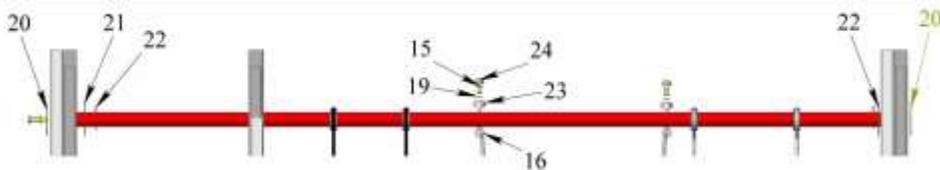

Рис.2
6.4.2. На поперечину поз.4 установить катушки поз.9 (Рис.2).
6.4.3. В отверстия на поперечине поз.4 вставить шпильки поз.22 и отогнуть выступившие усики шпилек. Вставить шайбы поз.21 до соприкосновения со шпильками (Рис.2).